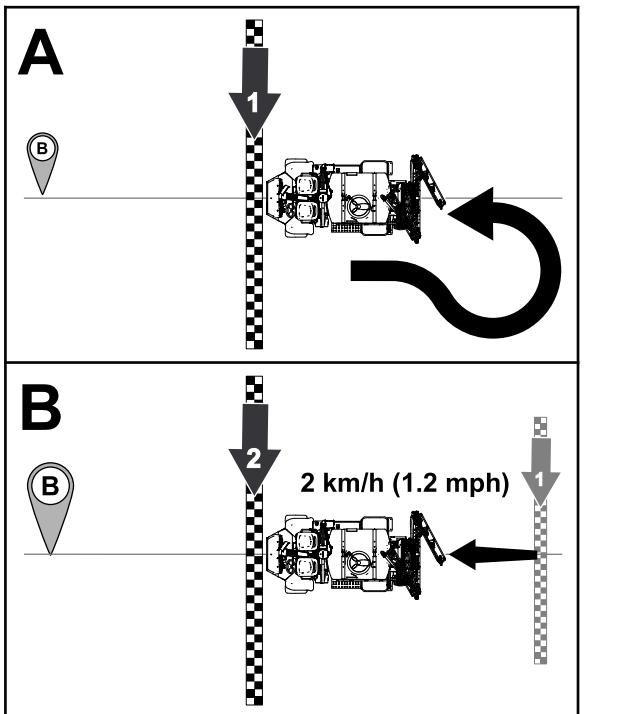

Figura 170
Gire la máquina 180°, y alinéela con la línea de guía de las posiciones A y B en la consola de control (Figura 170).
8. Antes de llegar al punto B, ajuste la velocidad de avance de la máquina a 2 km/h y engrane el bloqueo del acelerador de la máquina (Figura 170).